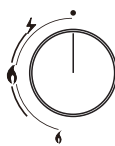

图1
- ◆ 检查燃烧器、盖或其他部件的定位是否正确，并确认旋钮（图1）的位置，然后打开气阀。
- ◆ 熄灭：当旋钮转到（图1）位置时，燃烧器熄灭。